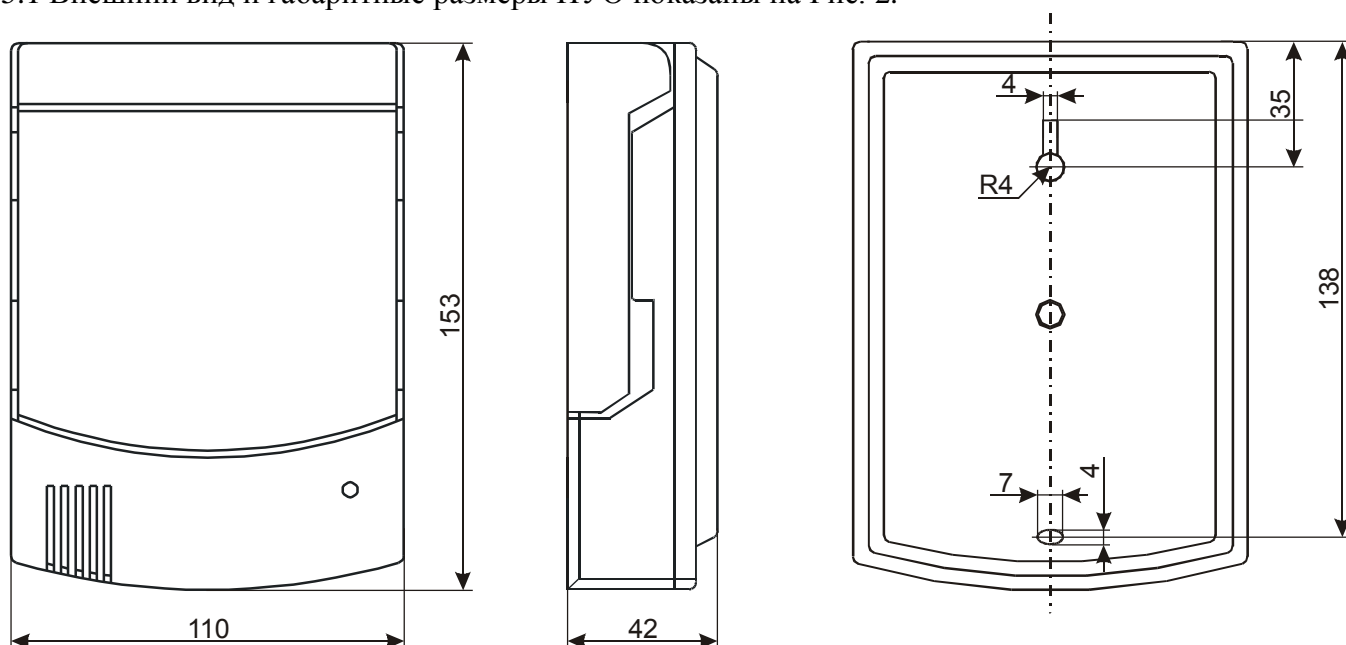

Рис. 2 Внешний вид и габаритные размеры ПУО-01
5.1 Внешний вид и габаритные размеры ПУО показаны на Рис. 2.